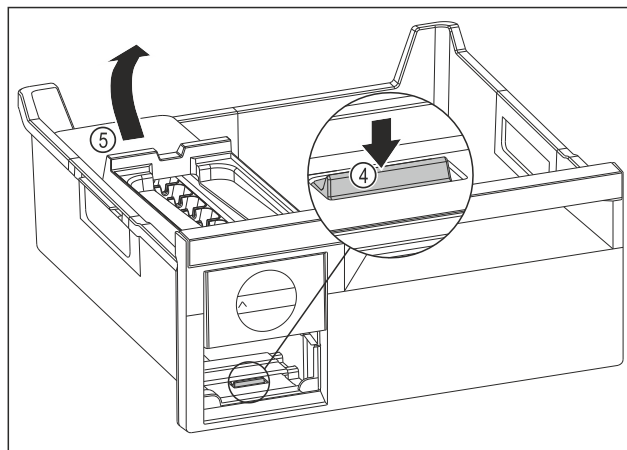

Fig. 177
- ▶ Vegye ki az EasyTwist-Ice egység testét: Nyomja le a fület Fig. 177 (4) az ujjával, és ezzel egyszerre emelje meg a másik kezével hátulról az EasyTwist-Ice egység testét Fig. 177 (5).